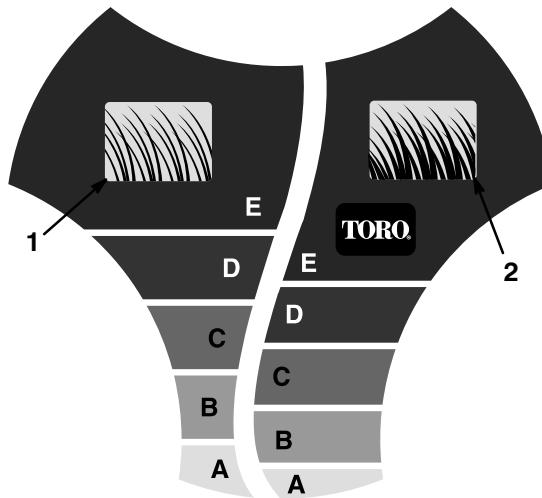

Abbildung 12
Die *SmartWheel*-Vorrichtung hat zwei Schnittskalen — *SPARSE/NORMAL* (spärlich/normal) und *LUSH* (üppig) — zur Sicherstellung der optimalen Schnitthöhen-einstellung bei allen Mähbedingungen (Abb. 12). Die *SPARSE/NORMAL*-Skala wird während der warmen Sommersaison für die Mehrzahl der Mäharbeiten verwendet. Die *LUSH*-Skala ist für dickes, feuchtes, saftiges Gras gedacht, das meistens im Frühling wächst.
1. Bevor der Motor gestartet wird, den Rasenmäher auf das Gras schieben. Den Rasenmäher nicht weiter schieben, wenn die Buchstaben an der *SmartWheel™*-Konstruktion am linken Hinterrad aufrecht stehen (Abb. 12).
2. Die Spitzen der Grashalme mit den Buchstaben an der *SmartWheel*-Konstruktion (Abb. 12) vergleichen. Der Buchstabe an der *SmartWheel*-Vorrichtung, der den Spitzen der Grashalme entspricht, ist die richtige Schnitthöhe.